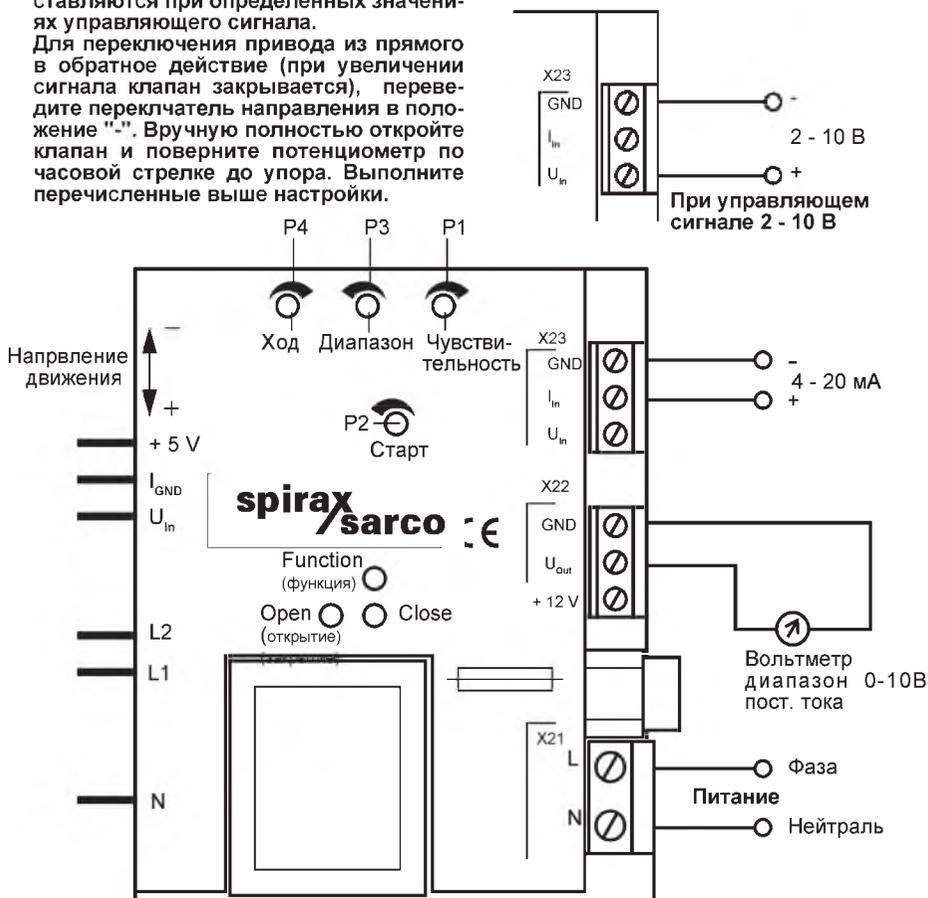

Рис. 19
6. Вольтметр в этом положении будет показывать 0 В. Если нет, то потенциометром обратной связи установите напряжение на вольтметре 0 В. Поворачивайте потенциометр P2 (рис. 19) пока не погаснет лампочка "Close".